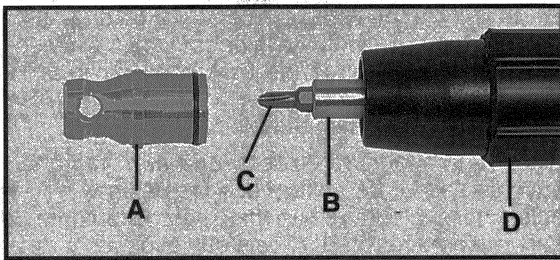

Fig. 2
2. Gire y jale la boca delantera de aluminio; (A) Fig. 2, para sacarla del ensamble de tope de profundidad.
3. Saque la broca adaptadora, (B) Fig. 2. Si es difícil sacarla, jálela con pinzas (alicates). **TOME NOTA:** Se puede jalar la broca, (C) Fig. 2, para sacarla de la broca adaptadora.
1. Mientras jala el collar de ajuste, (D) Fig. 2, en sentido opuesto al impulsor (hacia adelante), deténgalo así y haga el número 2.